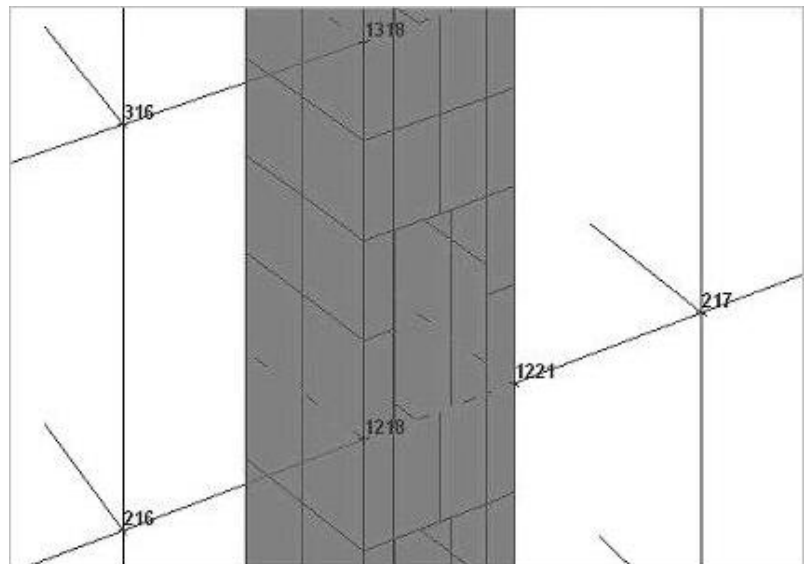

Figura 2
1. Posizioniamoci su un piano passante per uno dei lati del nostro nucleo e definiamo una scatola di visualizzazione, digitando **BOX** nella linea di comando, tale da includere solo gli elementi interessati come indicato in figura 2.